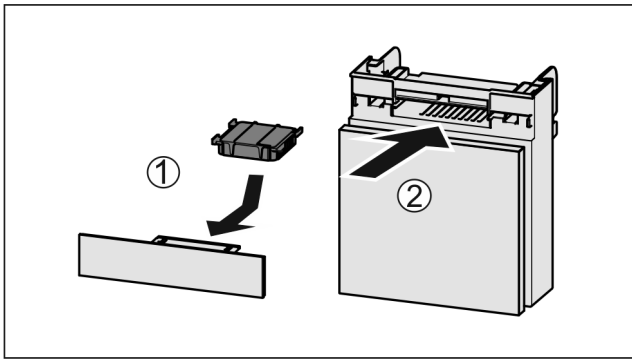

Fig. 104
- ▶ Aktivkohlefilter nach Abbildung einsetzen Fig. 104 (1).
- ▶ Fach einschieben Fig. 104 (2).